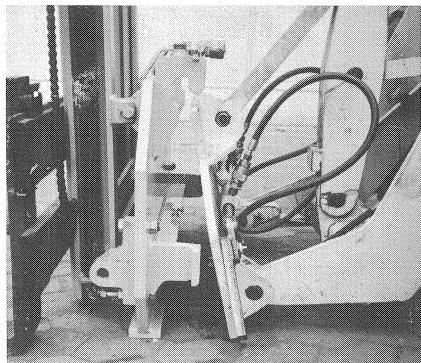

Bild 41
- (2) Mit dem Wechselrahmen Hubstapler aufnehmen, (Bild 41) hochheben und Wechselrahmen nach hinten kippen bis der Hubstapler am Wechselrahmen voll anliegt. Mit dem Handhebel (Bild 17/ 9) den Hubmast mit dem Wechselrahmen verriegeln.
- (2) Pick up the telescopic high-lift by means of the changing frame, (fig. 41) lift up and tilt the quick change device back until the high-lift is lying completely next to the quick change device. Lock the high-lift with the quick change device by means of the hand lever (fig. 17/9).
- (2) Avec le support de changement, soulever le chariot élévateur (fig. 41) et incliner le support vers l'arrière jusqu'à ce que le mat porte complètement contre le support. Avec la manette (fig. 17/9), verrouiller le chariot élévateur avec le support de changement.